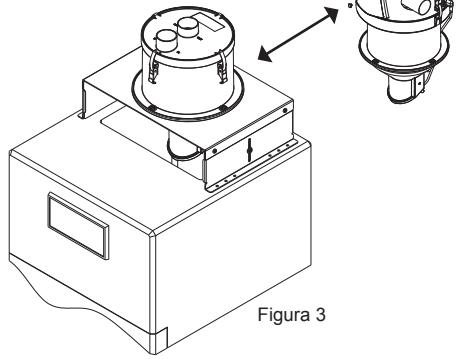

Figura 3
- Fissare sulla mensola preforata il dosatore o la centrale aspirante integrata e controllare che non vi siano ostacoli alla libera e completa apertura dello sportello di scarico (figura 3)